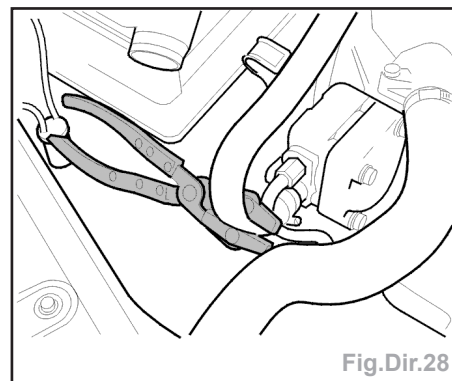

Fig.Dir.28
- Poser des pinces de serrage à poignée sur le flexible relié au réservoir de liquide le plus près possible de la pompe (fig.Dir.28).